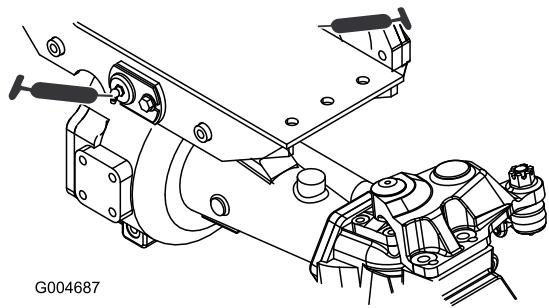

Figura 62
- 2 boccole orientabili dell'assale anteriore e posteriore (Figura 62)